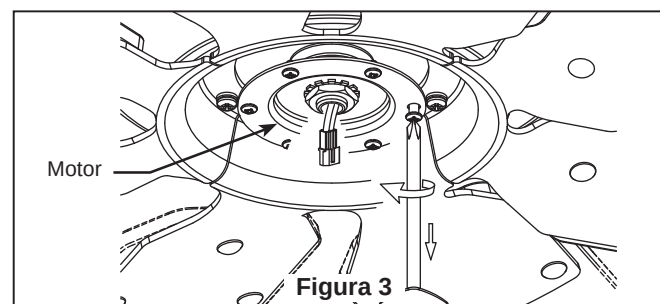

Figura 3
- ☐ 3. Extraiga los 6 tornillos del motor y guárdelos para volver a colocarlos en los pasos 4 y 5. (Figura 3)